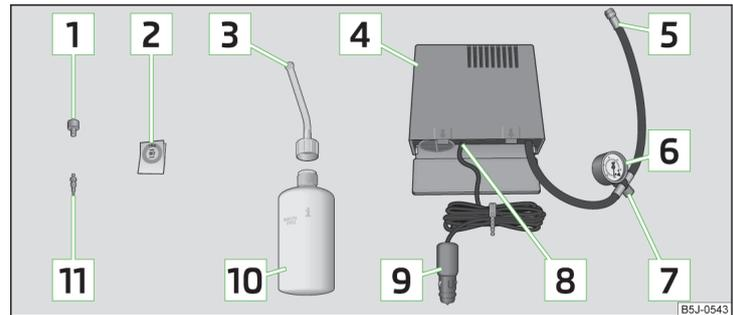

Abb. 145 Prinzipdarstellung: Bestandteile des Pannensets
**Bestandteile des Pannensets** » Abb. 145
- Den Aufkleber **2** » Abb. 145 auf Seite 169 auf die Schalttafel im Sichtfeld des Fahrers kleben.
- Die Reifenfüllflasche **10** » Abb. 145 auf Seite 169 einige Male kräftig hin und her schütteln.
- Den Reifenfüllschlauch **5** » Abb. 145 auf Seite 169 des Luftkompressors fest auf das Reifenventil schrauben.